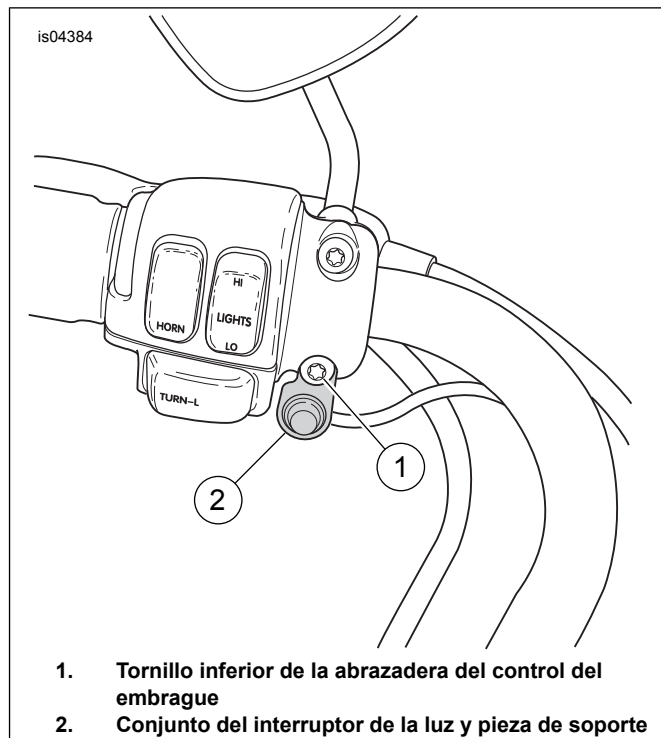

Figura 6. Instalación del interruptor de la luz en la abrazadera del control del embrague
15. Vea Figura 6. Quite el tornillo inferior (1) y la arandela de la abrazadera del control del embrague e instale el conjunto del interruptor de la luz y la pieza de soporte (2). Instale el tornillo y la arandela, y ajuste a 7–9 N·m (60–80 in-lbs).